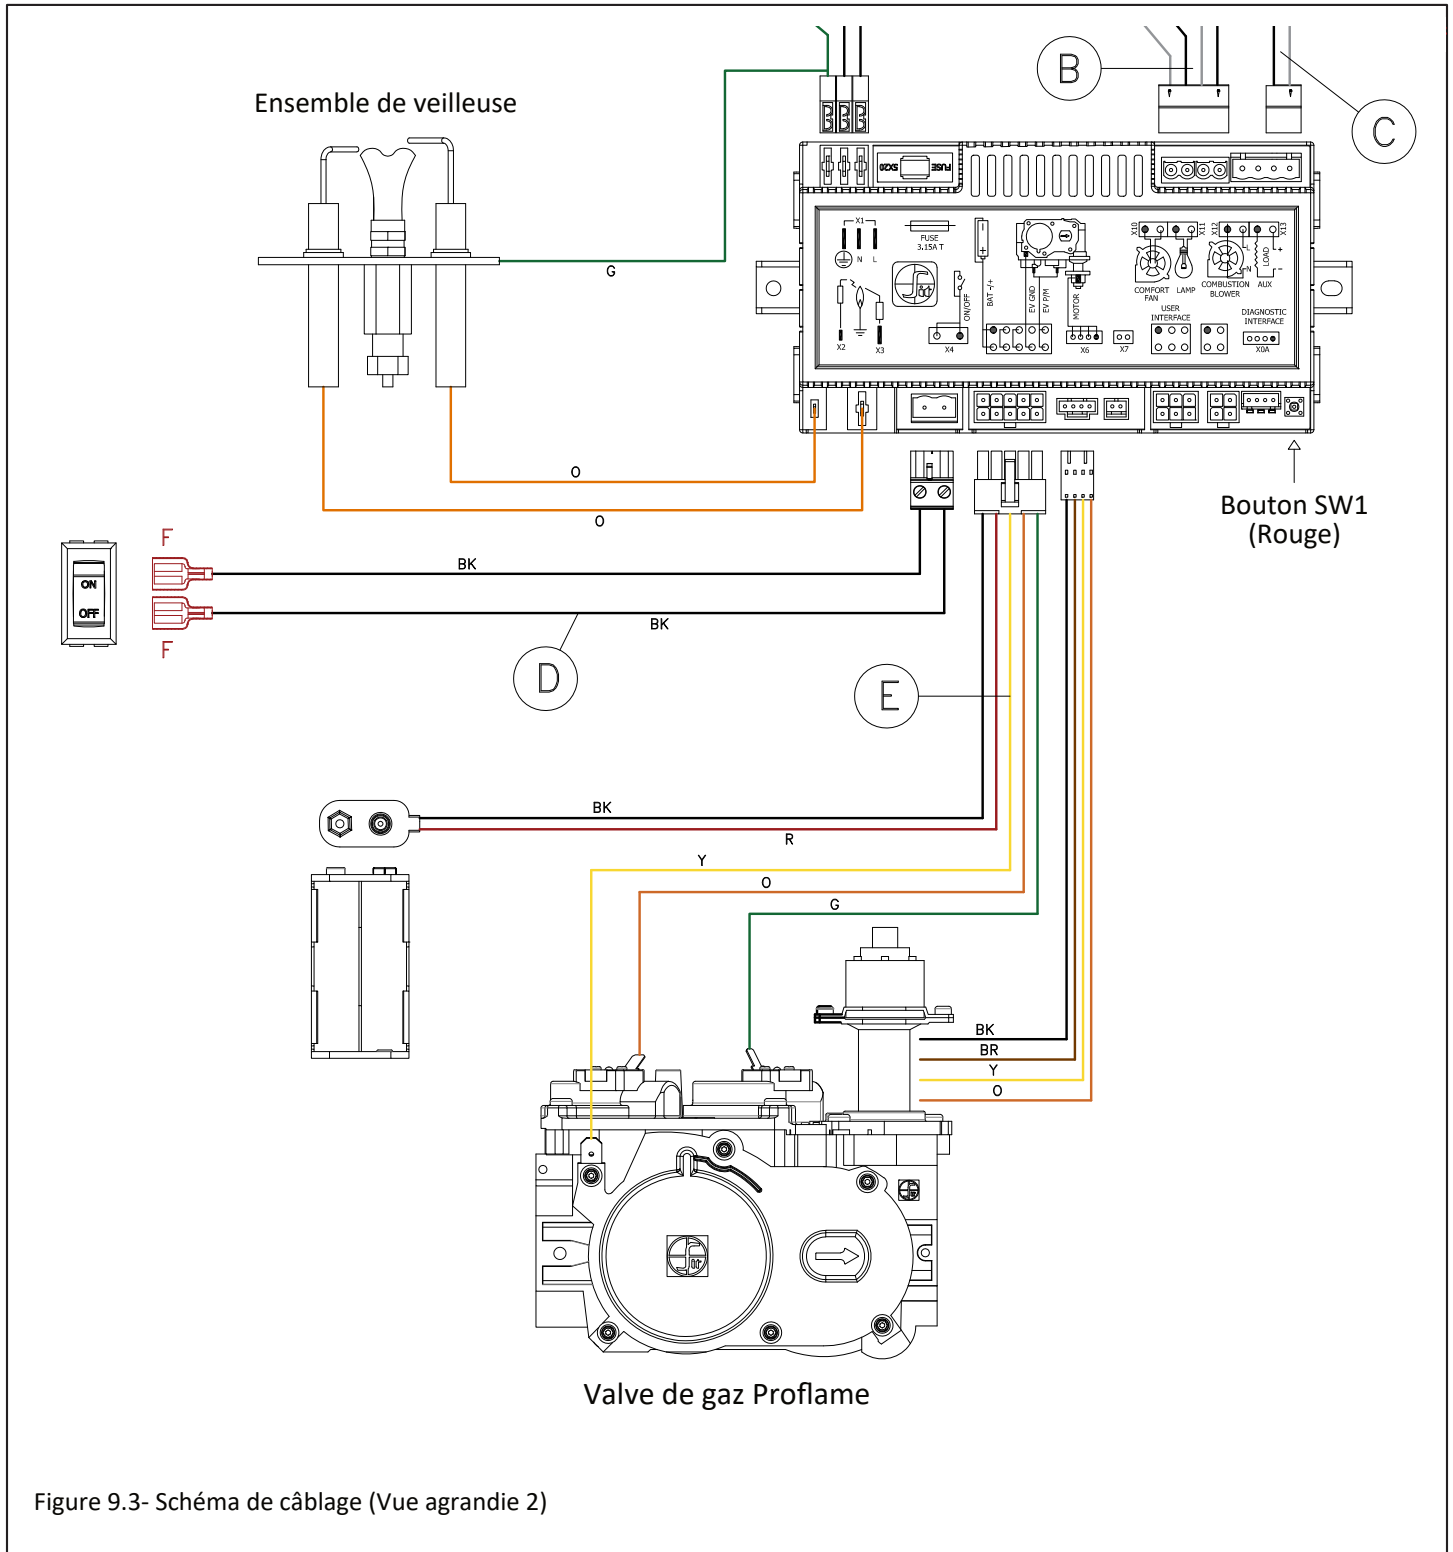

Figure 9.3- Schéma de câblage (Vue agrandie 2)
- La Figure 9.3 montre une vue agrandie du schéma de câblage. Cette figure montre l'ensemble de veilleuse, l'interrupteur à bascule On/Off, le bloc-piles de secours, la valve de contrôle de gaz et le bouton de synchronisation de télécommande (SW1).